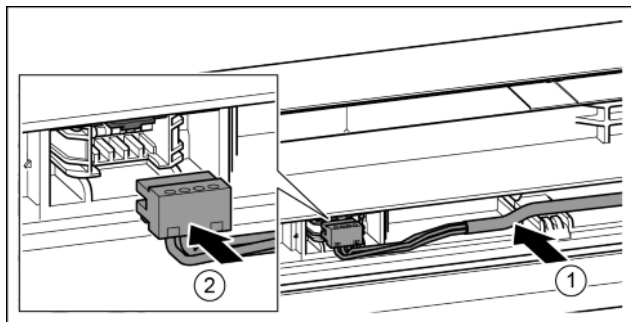

Fig. 41
- ▶ Helyezze be a felső ajtóban lévő vezetősínbe a szürke kábelt. *Fig. 41 (1)*
- ▶ Pattintsa be a dugót. *Fig. 41 (2)*